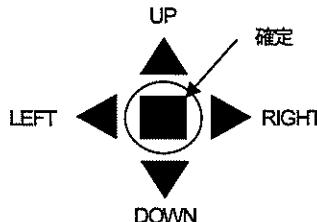

図 7-2 メニュー時のスイッチ設定
(図. 1⑧のスイッチは図 7-2 に示すように方向キーとして使用できます)